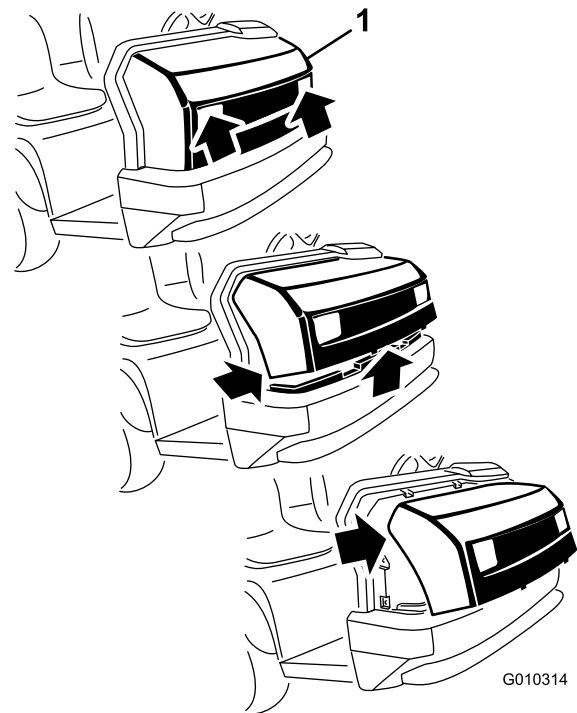

Bild 28
1. Fassen Sie die Motorhaube in den Scheinwerferöffnungen an und heben sie an, um die unteren Befestigungsnasen aus den Rahmenschlitz zu heben (Bild 28).
2. Drehen Sie die Unterseite der Motorhaube nach oben, bis Sie die oberen Befestigungsnasen aus den Rahmenschlitzten ziehen können (Bild 28).
3. Drehen Sie die Oberseite der Motorhaube nach vorne und ziehen Sie die Kabelanschlüsse von den Scheinwerfern ab (Bild 28).
2. Stecken Sie die oberen Befestigungsnasen in die Rahmenschlitzte (Bild 28).
3. Stecken Sie die unteren Befestigungsnasen in die Rahmenschlitzte (Bild 28).